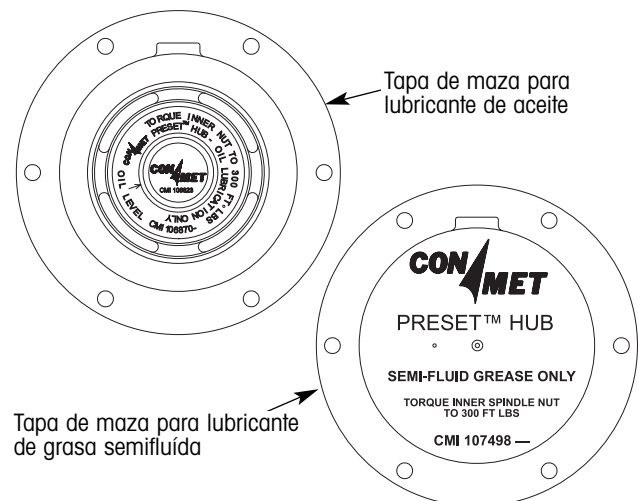

Figura 63. Identificando la maza ConMet PreSet™
La maza ConMet PreSet™ es construida de aluminio y puede ser diferenciada de una maza de aluminio ConMet no-PreSet™ (o convencional) por la tapa de la maza (figura 63). La maza ConMet PreSet™ tiene las palabras "ConMet PRESET" en alguna parte de la tapa de la maza mientras que la maza de aluminio ConMet no-PreSet™ (o convencional) no las tiene. Si un sistema de inflado de llanta es instalado, usted no podrá diferenciar entre las dos mazas viendo a la tapa de la maza debido a que se usan tapas de maza especiales con el sistema de inflado de llantas. Contacte al departamento de servicios técnicos de Hendrickson al tel. (81) 8156-1300 en México para ayuda en identificación de las mazas ConMet.